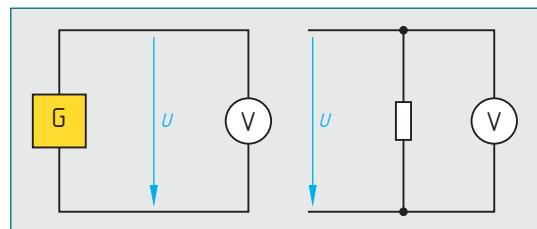
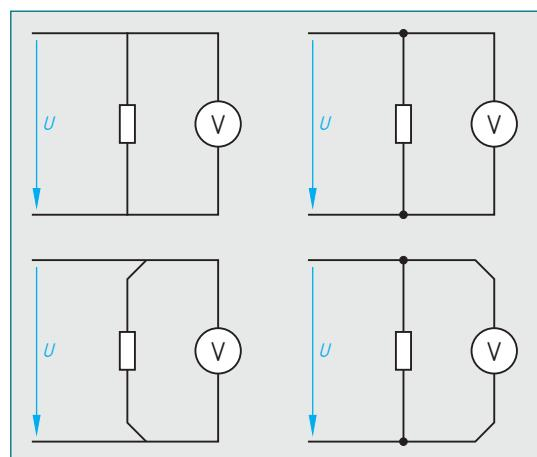

Bild 1: Messung der Spannung
Bild 3: Darstellungen von Abzweigungen nach DIN EN 61082
Die elektrische Spannung bewirkt, dass durch einen Widerstand ein elektrischer Strom fließt. Die Spannung hat das Formelzeichen U und die Einheit Volt (V), benannt nach Volta, italienischer Physiker, 1745 bis 1827. Die Spannung wird mit einem Spannungsmesser gemessen. Dieser wird zwischen die Punkte der Schaltung geschaltet, zwischen denen die zu messende Spannung liegt (**Bild 1**).
In Bild 1 sind die Leiter zum Spannungsmesser von den Leitern zum Widerstand abgezweigt. Derartige *Abzweigungen* sind in Schaltplänen sehr häufig. Nach DIN EN 61082 können sie verschiedenartig gezeichnet werden, obwohl sie elektrisch das Gleiche aussagen (**Bild 3**). Im Buch werden zur Gewöhnung, wie in der beruflichen Praxis, alle Arten angewendet, vor allem die Formen mit und ohne Punkt.